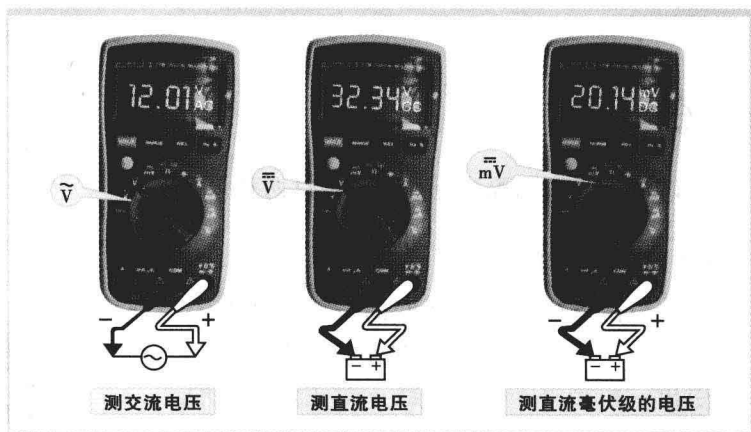

图1-14 测量交流和直流电压
(1) 数字万用表的使用
① 测量交流和直流电压
- 将旋转开关转到 $\tilde{V}$ 、 $\overline{V}$ 或 $m\overline{V}$ ，选择交流电或直流电，如图1-14所示。